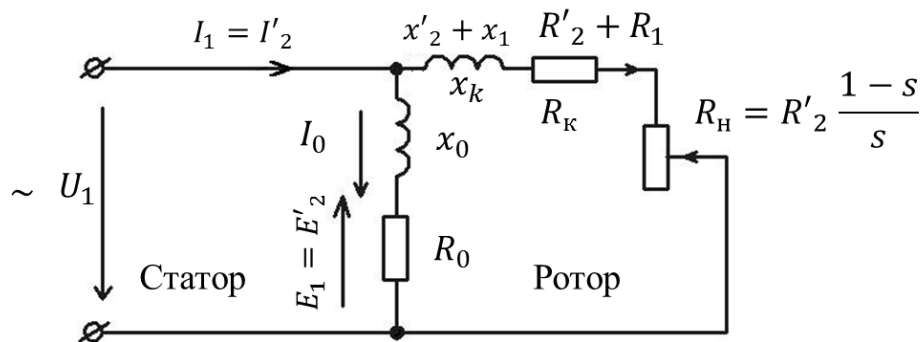

Рис. 2.27. Упрощенная схема замещения для одной фазы АД
**Упрощенная схема замещения АД.** Статорная и роторная цепи заменены упрощенной схемой замещения (рис. 2.27), как для трансформатора. Параметры обмотки ротора  $R_2$  и  $x_2$  приводятся к обмотке статора при условии  $E_1 = E'_2$ , где  $E'_2, R'_2, x'_2$  – приведенные параметры ротора.
Активное сопротивление на валу АД –  $R_H = R'_2 \frac{(1-s)}{s}$  (рис. 2.27) .
Условные обозначения к рис. 2.27: